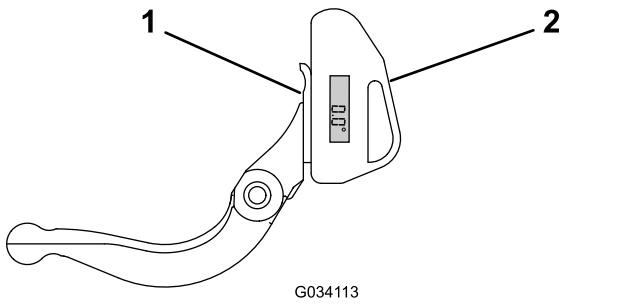

図 32
1. 図 32 に示すように、ベッドナイフの底部に傾斜計をセットする。